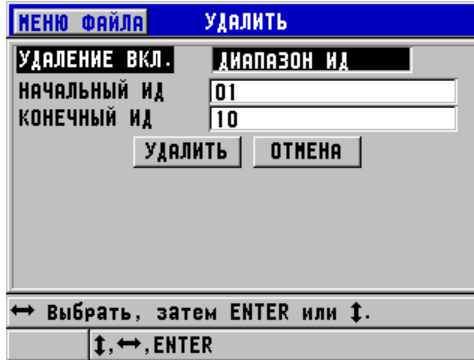

Рис. 6-32 Удаление данных диапазона ИД в активном файле
2. В окне **УДАЛИТЬ** (см. Рис. 6-32 на стр. 121), установите **УДАЛЕНИЕ ВКЛ** на **ДИАПАЗОН ИД**.